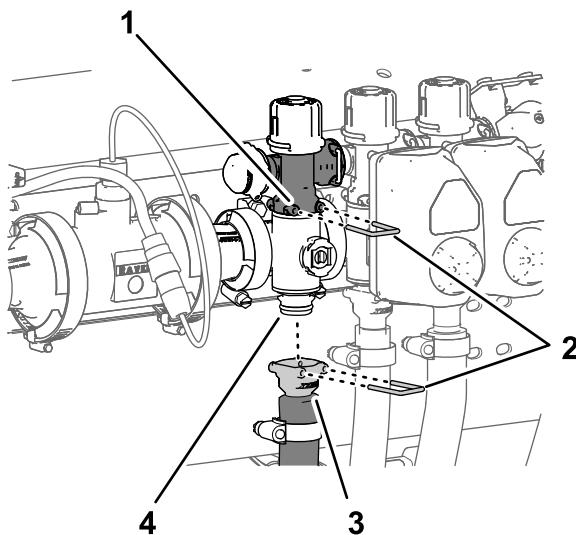

Figura 110
1. Retire la grapa que sujeta el acoplamiento rápido de la válvula de desvío de sección al distribuidor de sección (Figura 110).
2. Retire la grapa que sujeta el acoplamiento rápido de la manguera de alimentación al distribuidor del acoplamiento rápido del distribuidor de sección (Figura 110).